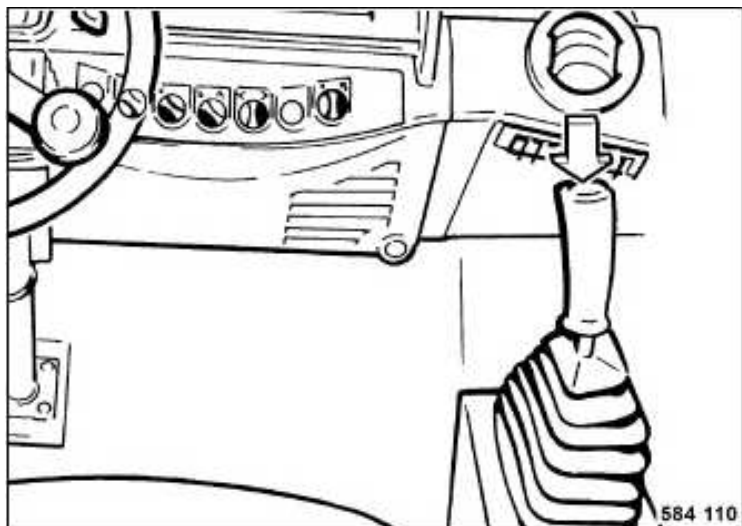

Fig. 54
- Accionar el pulsador (Fig. 54) en la palanca de marcha durante el servicio de marcha y el rodillo comienza a vibrar.